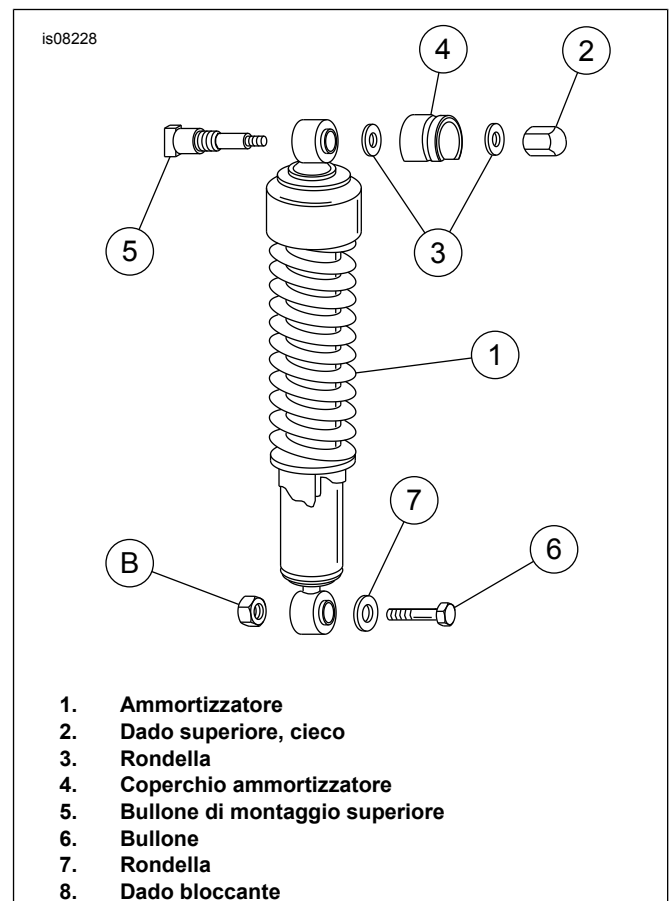

Figura 1. Rimozione dell'ammortizzatore – Solo modelli Hugger
4. Vedere Figura 1. Sostenendo in modo sicuro il parafango posteriore ed il telaio, staccare gli ammortizzatori sinistro e destro rimuovendo il dado superiore (2), la o le rondelle (3) ed il coperchio dell'ammortizzatore (4). Rimuovere il bullone (6), la rondella (7) ed il dado bloccante (8) dell'attacco inferiore dell'ammortizzatore. Rimuovere l'ammortizzatore.
6. Vedere Figura 1. Installare gli ammortizzatori utilizzando la bulloneria originale. Serrare il dado cieco (2) ad una coppia di 28,5-47,5 N·m (21-35 ft-lb). Serrare il dado bloccante (8) ad una coppia di 40,7-67,8 N·m (30-50 ft-lb).